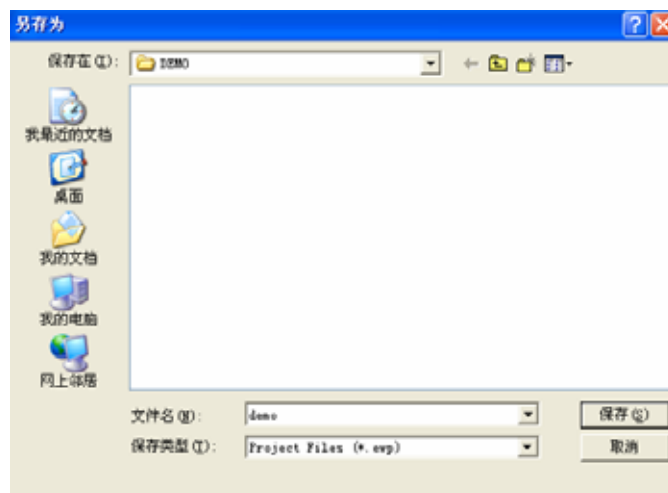

图 3.4 “另存为”窗口
2. 在 Tool chain 栏中选择 ARM，点击 OK 按钮，弹出“另存为”窗口。如图 3.4 所示。